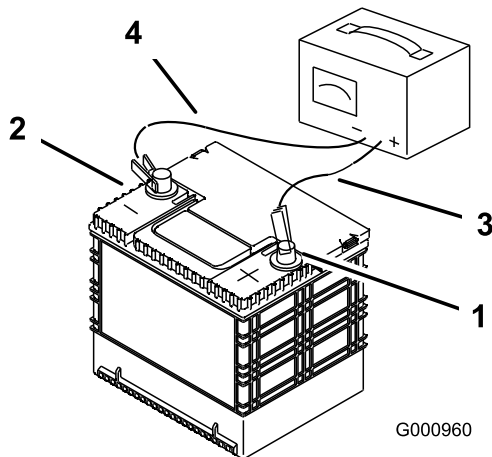

Figura 36
2. Quando a bateria estiver totalmente carregada, desligue o carregador da tomada elétrica e desconecte os cabos do carregador dos terminais da bateria (Figura 36).